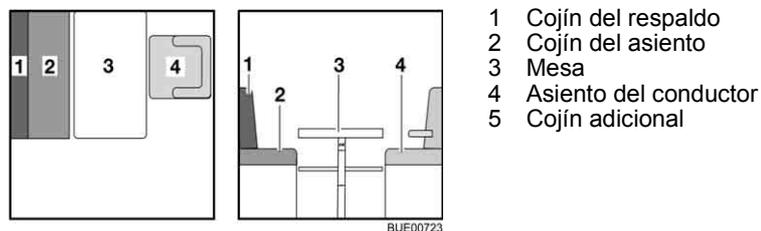

Fig. 110 Antes de la transformación
- Girar el asiento del conductor (Fig. 110,4) y empujarlo completamente hacia adelante.
- Transformar la mesa (Fig. 110,3) en base de cama (véase apartado 6.10).
- Poner a un lado el cojín del respaldo (Fig. 110,1).